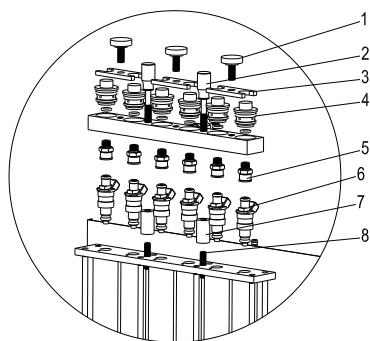

Рис. 05 Для форсунки верхней подачи топлива
- Выберите стопор топливного распределителя (4) из соединительной коробки и установите на нее подходящее уплотнительное кольцо. Не забудьте нанести немного консистентной смазки на уплотнительное кольцо. Установите стопор топливного распределителя (4) на топливный распределитель с верхней подачей.
- Установите серповидную пластину (3) и затяните ее болтом пластины (1).
- Выберите подходящий адаптер (5) в соответствии с типом инжектора и установите его на соответствующую муфту под распределителем топлива с верхней подачей.
- Установите распределитель топлива с верхней подачей и форсунку на опору распределителя топлива с помощью соответствующего регулируемого винта и гайки с накаткой, и затяните два винта с рифлением (черного цвета). См. рис. 05.